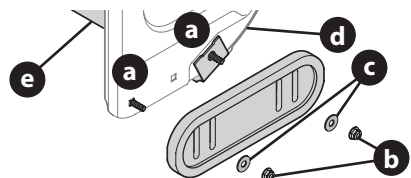

Figura 45
2. Con los dos pernos del carro (a) y las tuercas hexagonales con reborde (b) y las arandelas planas (c) (si vienen equipadas) fije las zapatas antideslizantes a la caja de la barrena (d). Ajuste a mano las tuercas hexagonales con reborde (Figura 45).